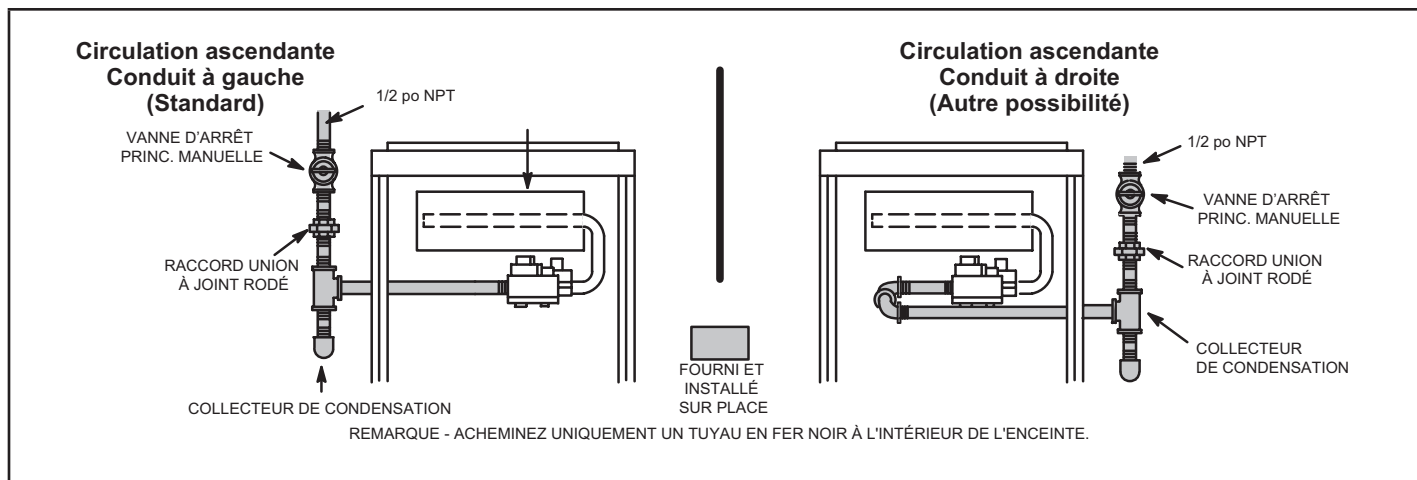
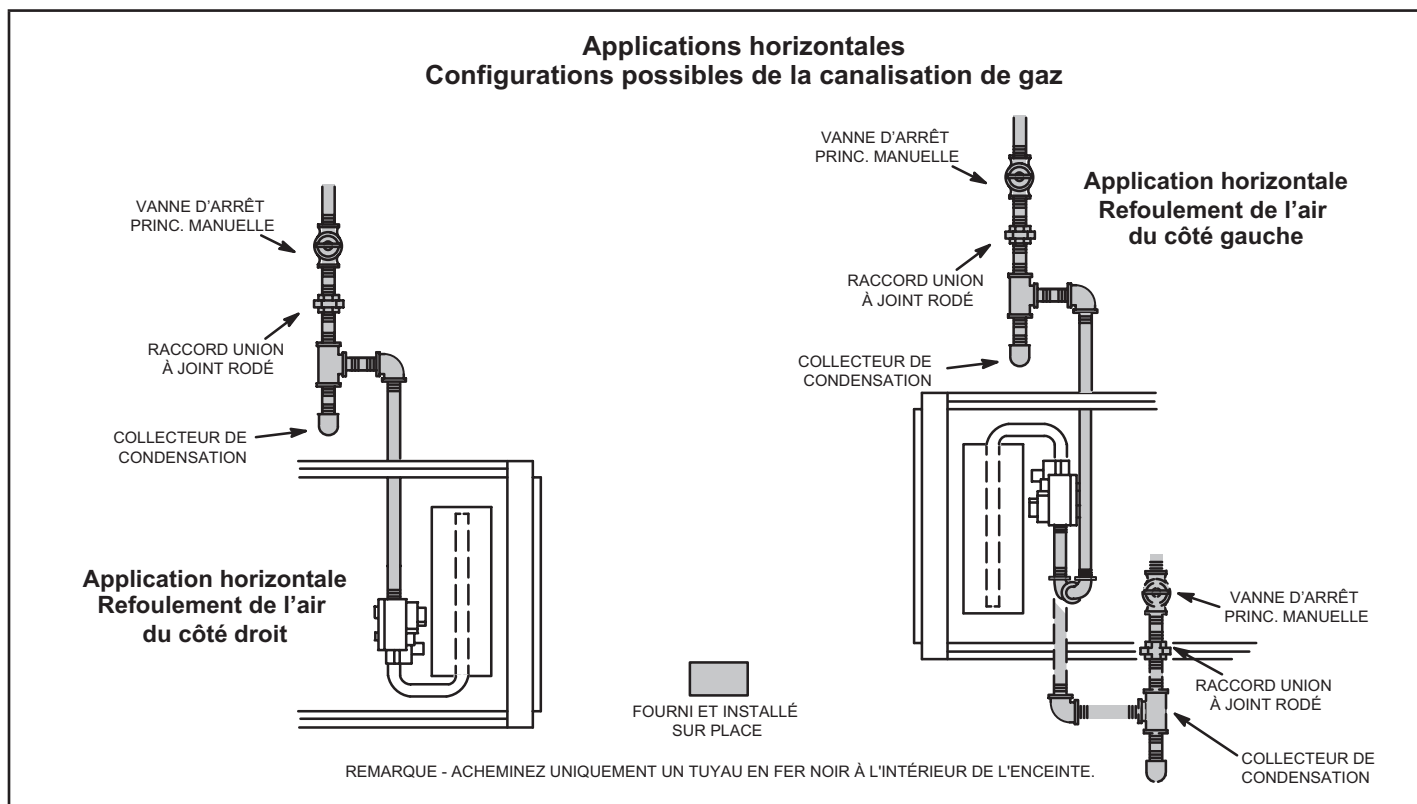

Figure 56
Figure 57
- 1 - La canalisation de gaz peut pénétrer dans l'unité par le côté droit ou le côté gauche. La canalisation d'alimentation entre dans la vanne de gaz par le côté de la vanne, comme illustré à la Figure 56. Connectez la canalisation de gaz sur la vanne. La canalisation de gaz doit être serrée à un couple minimum de 350 lb-po et un maximum de 800 lb-po sur la vanne de gaz.
- 3 - La canalisation de gaz ne doit pas traverser les conduits d'air, les chutes à linge sale, les cheminées ou conduits d'évacuation des gaz, les monte-plats ou les cages d'ascenseur. Centrez la canalisation de gaz dans l'ouverture. La canalisation de gaz ne doit pas toucher le côté de l'unité. Reportez-vous à la Figure 56 et à la Figure 57.